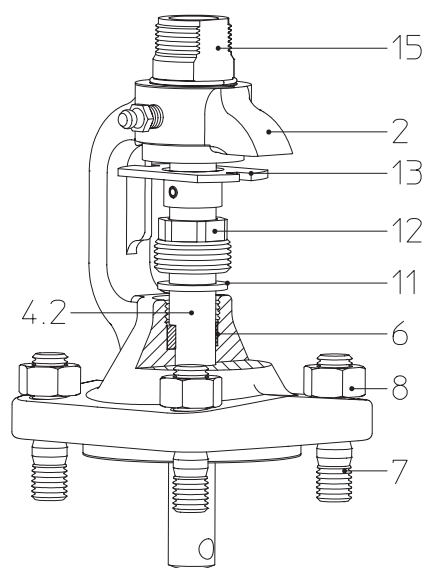

Fig 7: Utförande med packboxmutter
- FABA® Long Life: - Om spindeln (pos. 4.2) är otät ska packboxens muttern (pos. 12) dras åt tills det är tätt. Överdelen måste bytas ut! (fig 7)